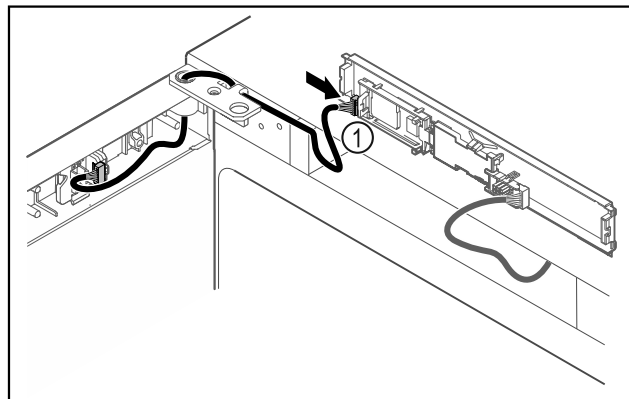

Fig. 50
- ▶ Wtyczkę Fig. 50 (1) należy podłączyć do płytki drukowanej.